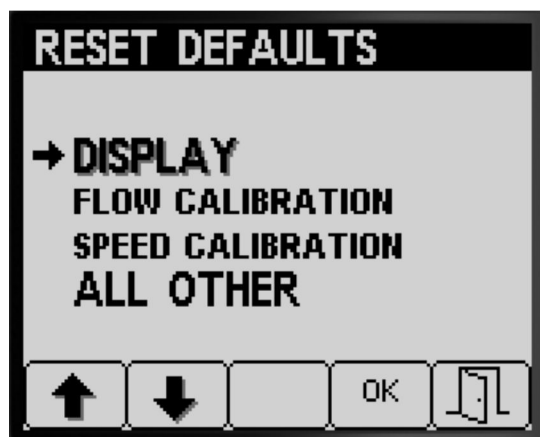

Рисунок 35
4. Нажмите кнопку 4 для сброса настроек для выбранного пункта (Рисунок 35).
5. Повторите действия, описанные в пунктах 3 и 4, для других пунктов, настройки которых вы хотите сбросить на значения по умолчанию (Рисунок 35).
6. Нажмите кнопку 5, чтобы сохранить настройки, выйти с экрана RESET DEFAULTS (СБРОС НА НАСТРОЙКИ ПО УМОЛЧАНИЮ) и возвратиться на экран SETTINGS (НАСТРОЙКИ) (Рисунок 35).